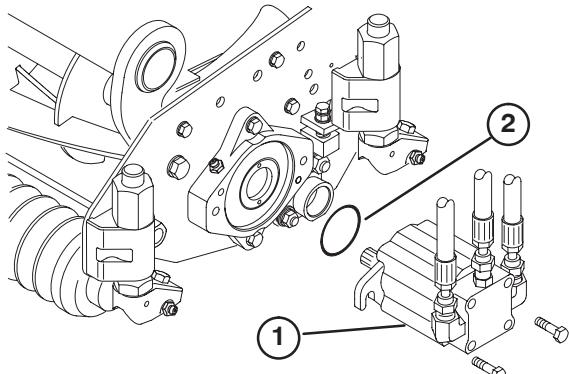

Bild 10
- 14.** Montieren Sie den Motor am Antriebsende des Mähwerks und befestigen Sie ihn mit den zwei mitgelieferten Kopfschrauben (Bild 10).